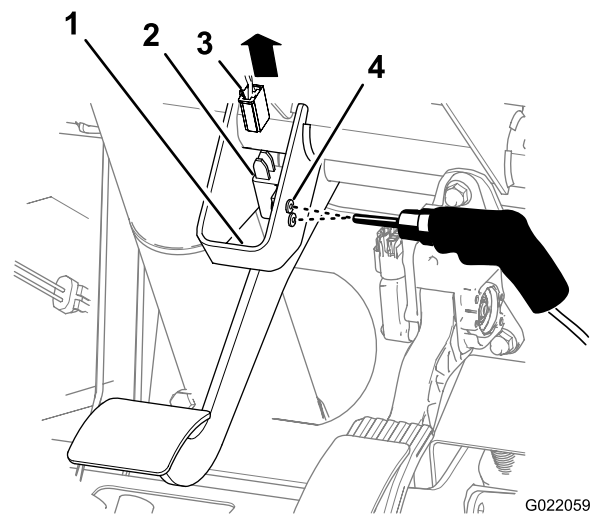

図 5
1. 2ピン (ブレーキ) スイッチから、マシンハーネス用のソケットコネクタを取り外す (図 5)。
2. 直径3/16インチ (4.8 mm) のドリルビットを使って、2ピン (ブレーキ) スイッチをブレーキペダルのサポートブラケットに固定しているポップ・リベット2本を外す (図 5)。
3. 2ピン (ブレーキ) スイッチとワッシャを、サポートブラケットから取り外す (図 5)。